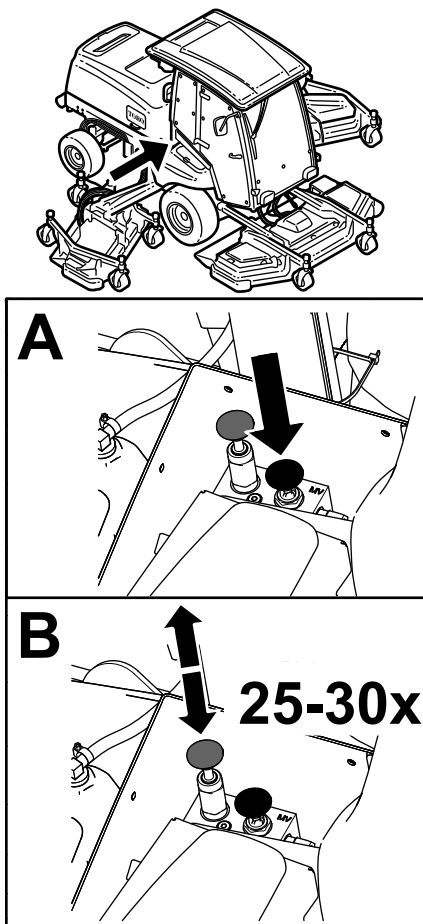

Figura 70
1. Válvula de desvío (2)
4. Quite manualmente el freno de estacionamiento automático usando la válvula de desvío y el émbolo, como se muestra en la Figura 70.